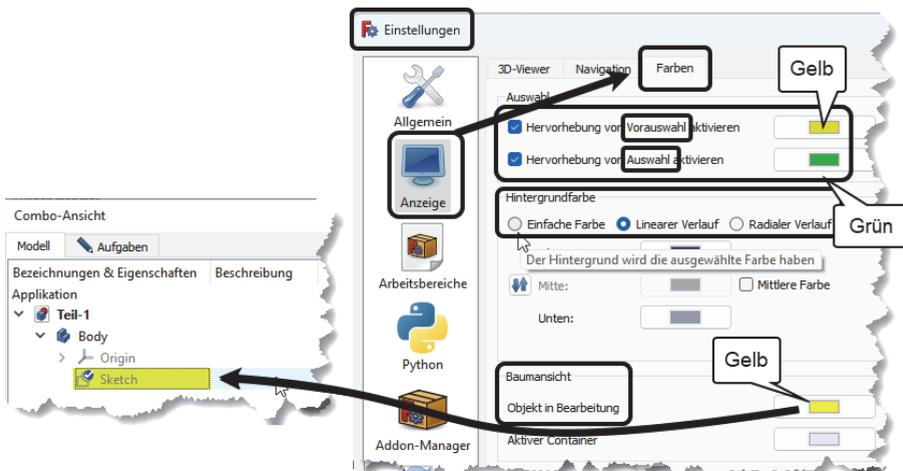

Abb. 2.9: Farbeinstellungen für das Zeichenfenster
- REGISTER FARBEN – Hier können Sie die Farben der Zeichenobjekte für verschiedene Situationen unterschiedlich gestalten. Wenn Sie beispielsweise den Zeichenfenster-Hintergrund auf gleichmäßig hellere Farbe oder weiß (siehe Abbildung 2.9) eingestellt haben, sollten Sie hier darauf achten, die Farben etwas kräftiger zu wählen. Insbesondere sollte LINIENFARBE BEIM ERSTELLEN nicht weiß sein.